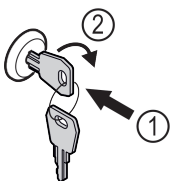

Fig. 126
- ▶ Вставьте ключ Fig. 126 (1).
- ▶ Поверните ключ на 90° по часовой стрелке Fig. 126 (2).